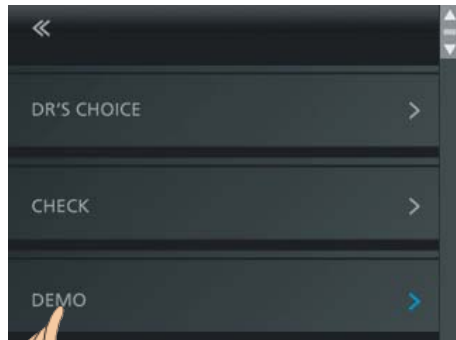

Fig. 36 Välja inställningen DEMO
- Öppna menyn Inställningar och välj funktionen DEMO (fig. 36).